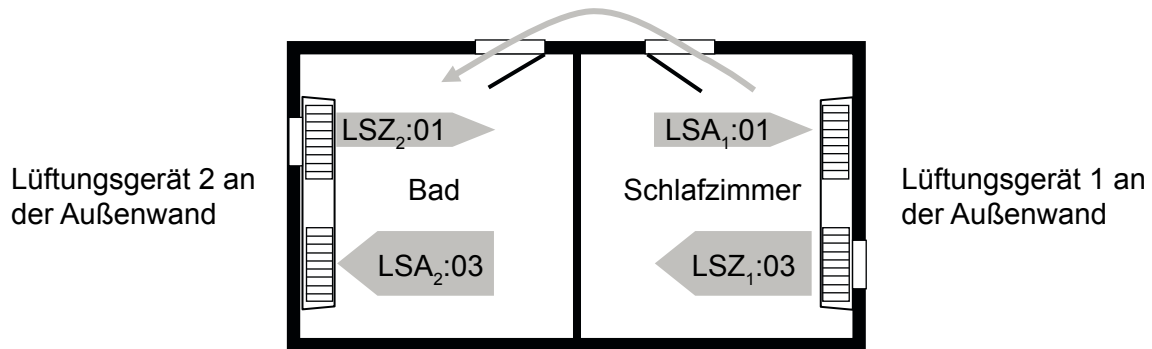

Abb. 16: Querlüftung mit zwei Geräten
Die Lüftungsstufe Abluft (LSA) und die Lüftungsstufe Zuluft (LSZ) können im Gegensatz zu allen anderen Programmen unterschiedlich eingestellt werden (siehe Abb. 16).
- Die Summe der zugeführten Luftmengen $LSZ_1 + LSZ_2$ ($03 + 01 = 04$) muss der Summe der abgeführten Luftmengen $LSA_1 + LSA_2$ ($01 + 03 = 04$) entsprechen (siehe Abb. 16).
- ▶ Erzeugen Sie einen Luftstrom (siehe Abb. 16), der von einem Raum mit unbelasteter Luft (z. B. Schlafzimmer) in einen Raum mit belasteter Luft (z. B. Bad) fließt.
Durch die unterschiedlichen Einstellungen der Lüftungsstufen von Abluft und Zuluft an beiden Lüftungsgeräten können Sie die Richtung des Luftstroms festlegen (siehe auch Abb. 16 auf Seite 30). Der Luftstrom soll von Lüftungsgerät 1 (Start des Luftstroms) zum Lüftungsgerät 2 (Ziel des Luftstroms) fließen.